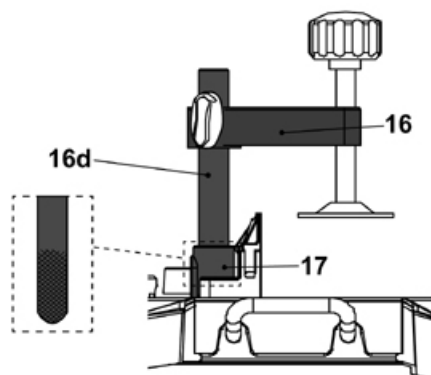

Fig. 3
O grampo da peça (16) está pré-montado (Fig. 3). Insira o pilar de ajuste de altura (16d) no suporte do grampo da peça (17) em ambos os lados da base, se necessário.